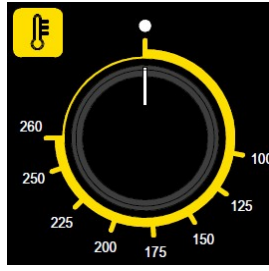

Fig. 5
**Programmazione temperatura di cottura** - Ruotare la manopola del termostato di regolazione (Fig. 5) in corrispondenza della temperatura scelta per la cottura.